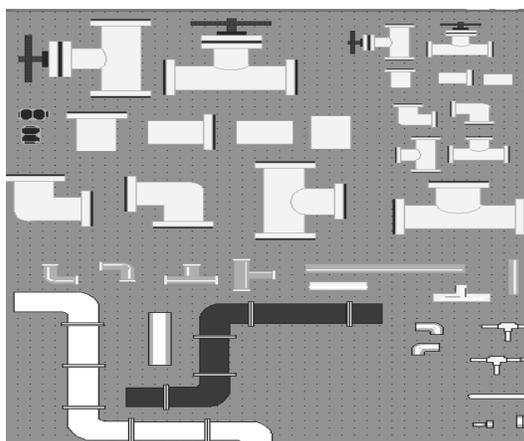

图 1.60 管道图形库
② 管道的连接。在图形库中打开 pipe1 图形库，如图 1.60 所示。选择管道连接的 5 个元件。